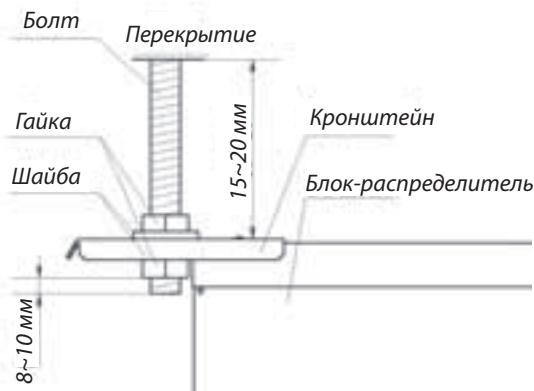

Рис. 3.6. Установка блока-распределителя
- 4) Надежно зафиксируйте блок на месте установки с помощью болтов (Рис. 3.6). Установочные болты (M10 или M8), гайки и шайбы приобретаются на месте.